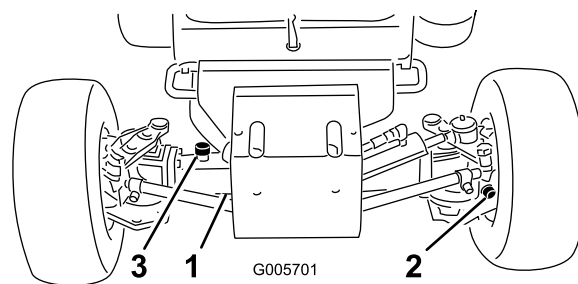

Figure 31
2. Retirez les bouchons de contrôle du pont et vérifiez que le lubrifiant atteint bien la base de chaque trou. Si le niveau est bas, retirez les bouchons de remplissage et ajoutez suffisamment de lubrifiant pour rectifier le niveau (Figure 31).